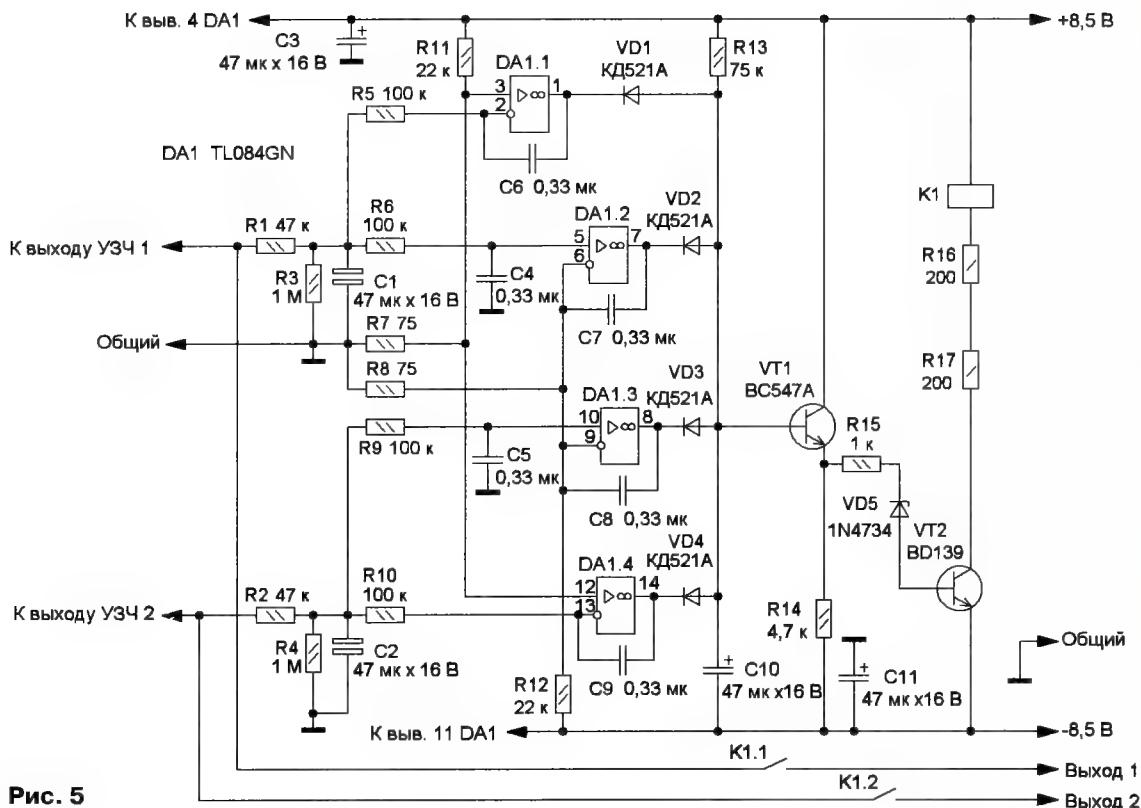

Рис. 5
**Устройство защиты головных телефонов.** Излучатели современных высококачественных головных телефонов имеют очень "нежную" конструкцию и могут быть выведены из строя при появлении на выходе усилителя аварийного постоянного напряжения. Для исключения такой ситуации применено устройство защиты, схема которого показана на рис. 5. Порог срабатывания устройства для обеих полярностей поступающего напряжения — 30 мВ. Устройство защиты состоит из входных ФНЧ R1C1 (R2C2), четырёх компараторов на ОУ DA1.1—DA1.4: два — для плюсового и два — для минусового входного